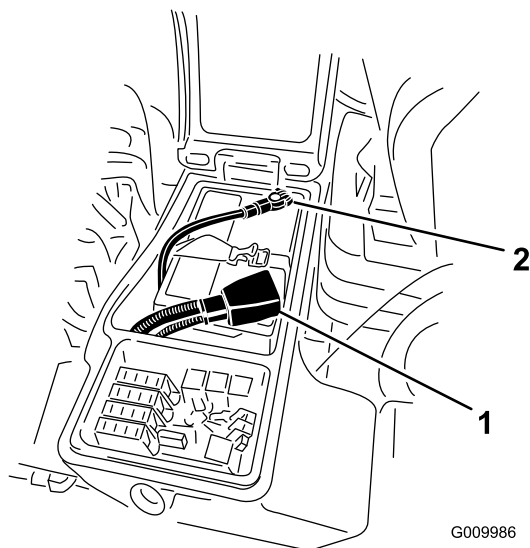

Figura 61
4. Instale o cabo positivo (vermelho) no terminal positivo (+) e o cabo negativo (negro) no terminal negativo (-) da bateria (Figura 61).